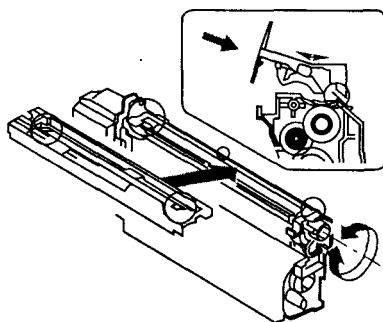

Рис. 7.17
16. Проверьте работу шторки магнитного вала (рис. 7.17). Затем несколько раз энергично встряхните тонер-картридж в горизонтальном направлении, и прокручивая шестерню (рис. 7.17) несколько раз в обоих направлениях, обеспечьте равномерное размещение девелопера на поверхности магнитного вала. Кроме того, обратите внимание, чтобы на вале не было инородных частиц. После этого установите крышку, закрывающую вал. Будьте осторожны, не повредите при этом лезвие узла девелопера.